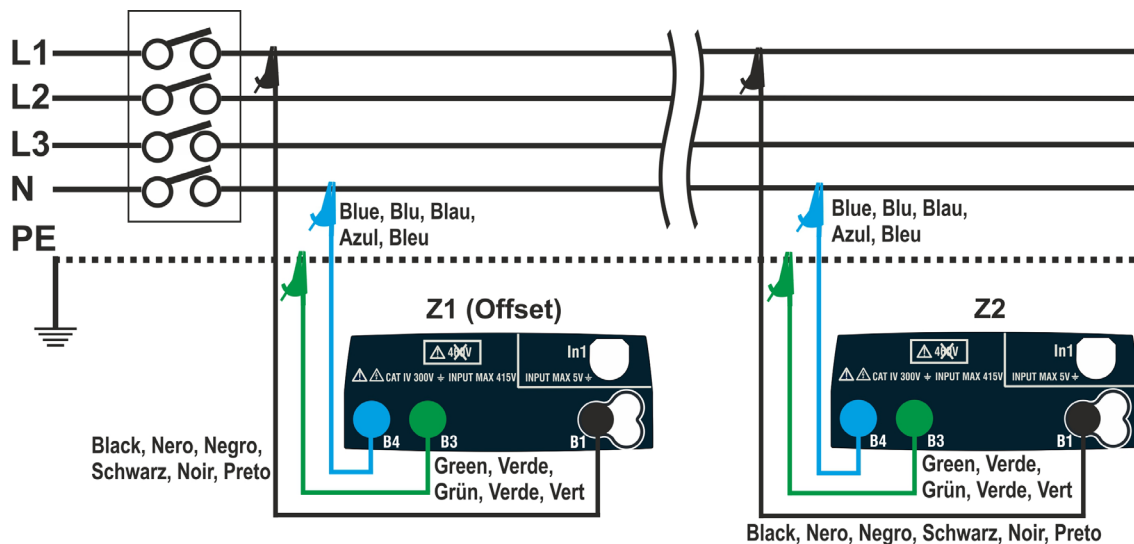
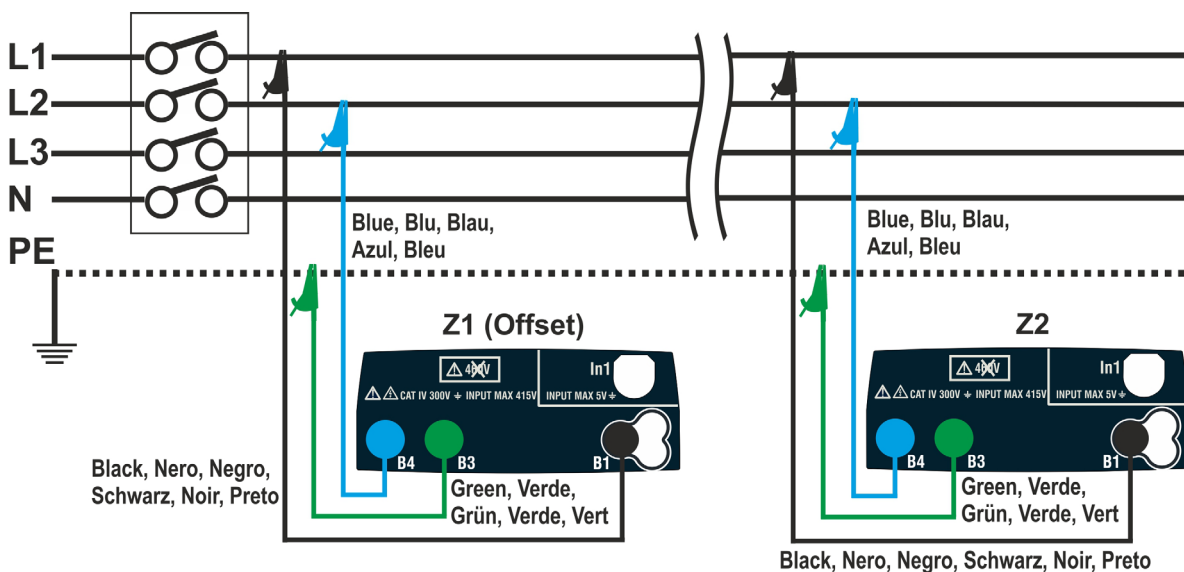

Abb. 36: Verbindung des Gerätes für die Messung des Spannungsfalls im L-N Modus
Abb. 37: Verbindung des Gerätes für die Messung des Spannungsfalls in L-L Modus
4. Verbinden Sie das Gerät mit dem Anfangspunkt der zu testenden Hauptleitung (typisch nach einer Schutzvorrichtung) entsprechend den Abb. 36 oder Abb. 37, um die erste Impedanzmessung **Z1 (Offset)** durchzuführen. In diesem Fall misst das Gerät die Impedanz vor dem Anfangspunkt der zu testenden Hauptleitung, und nimmt sie als Anfangsbezugswert. Die folgende Bildschirmseite (der L-L Messung) erscheint im Display.
7. Verbinden Sie das Gerät mit dem Endpunkt der zu testenden Hauptleitung entsprechend den Abb. 36 oder Abb. 37, um die Impedanz **Z2** am Ende der Leitung zu messen. Der vorher gemessenen Wert Z1 (Offset) wird im Display angezeigt